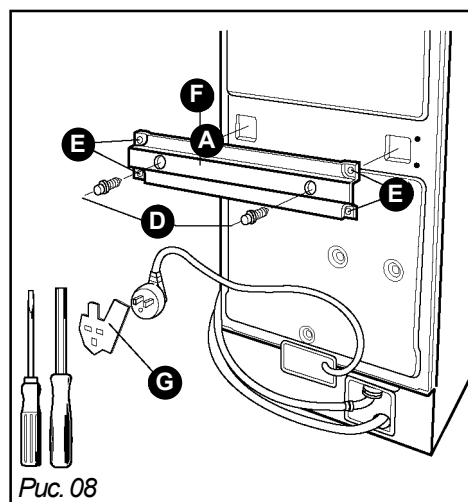

Рис. 08
- Удалить 2 болта **D** и 4 болта **E** используя 10мм трубчатый ключ или отвертку с головкой (рис. 08)